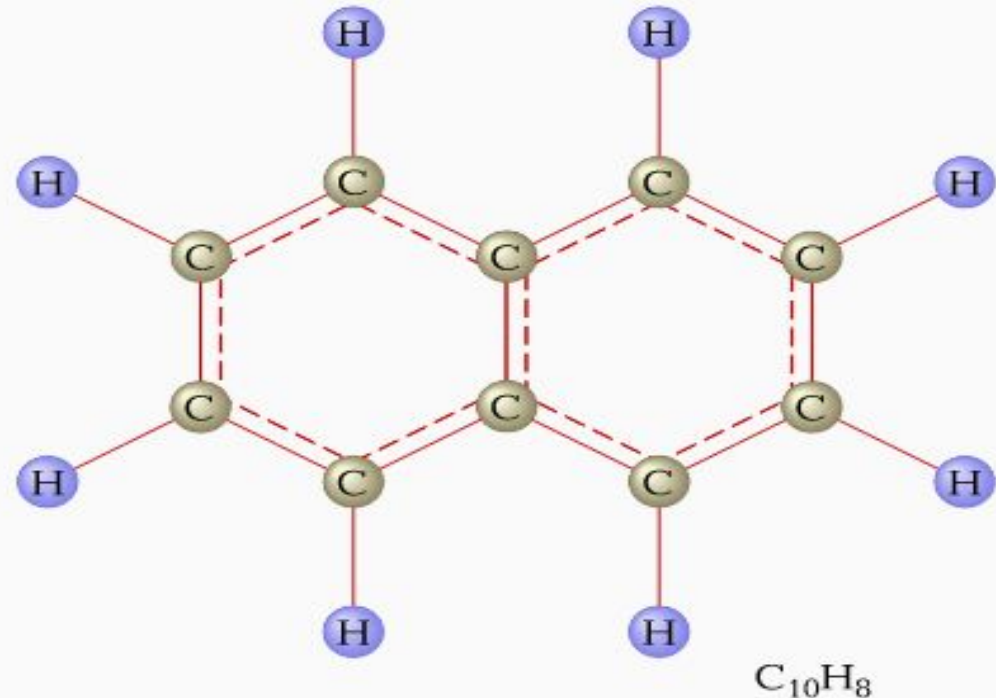

Рис. 1.6. Молекулярная связь в молекулах нафталина ( $C_{10}H_8$ )
- Такое электростатическое притяжение называют **силами Ван-дер-Ваальса**. С помощью таких сил образуются молекулы в твердом водороде ( $H_2$ ), азоте ( $N_2$ ), углекислом газе ( $CO_2$ ) и таких органических соединениях, как полиэтилен, фторопласт, нафталин (рис. 1.6) и др.